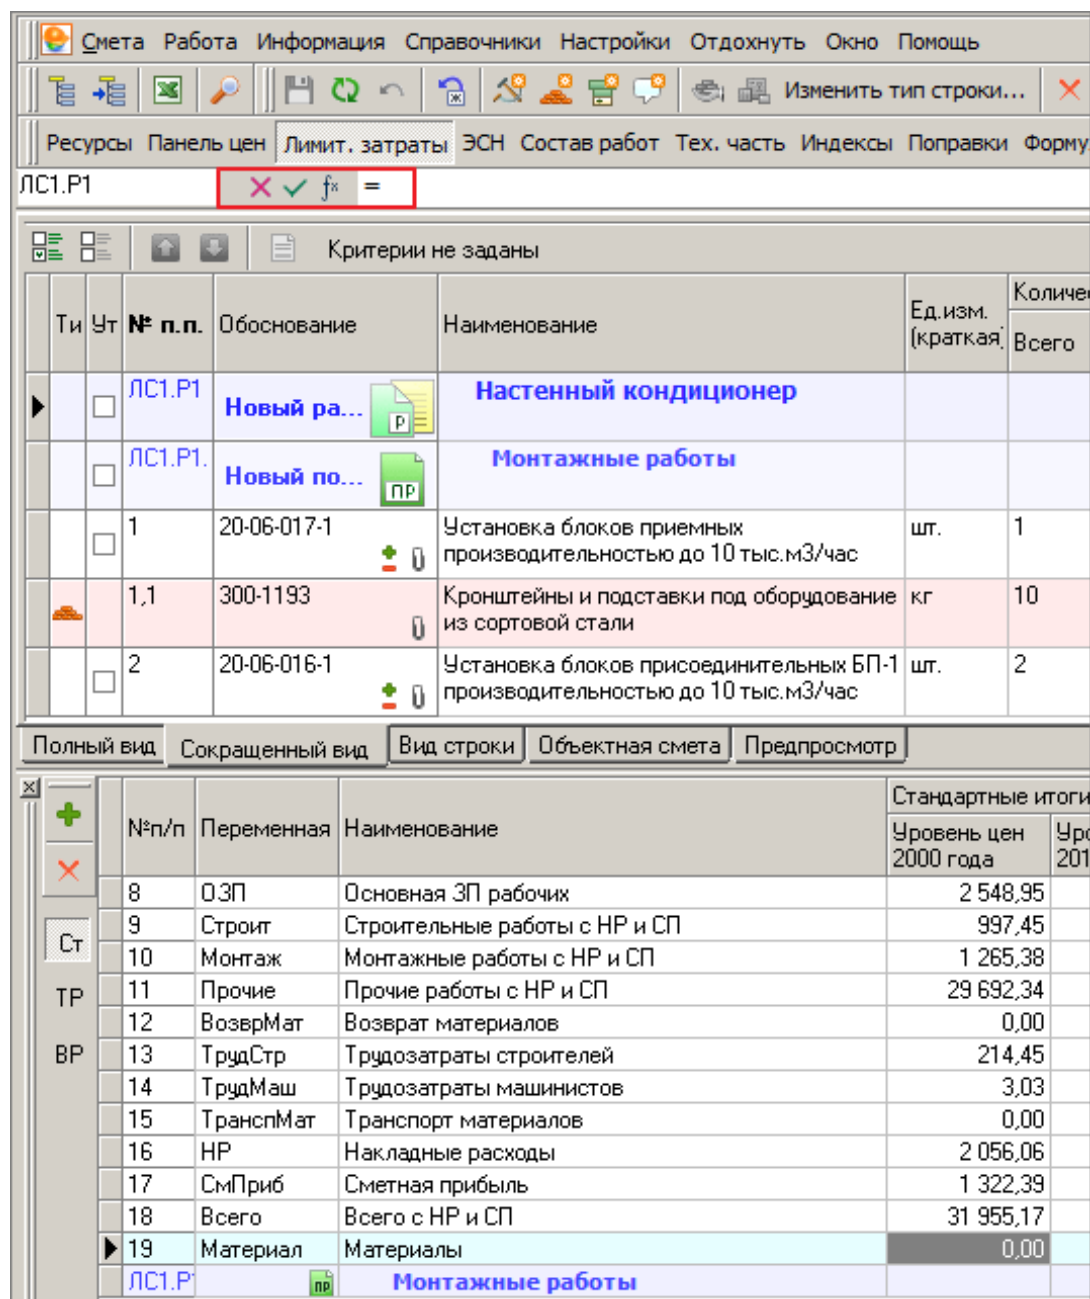

Рис. 1. Запуск мастера формул
2. Переместить фокус ввода на колонку со значением итога (в любом уровне цен) и нажать клавишу $\leq=>$. Комплекс откроет панель редактирования формул. Для запуска мастера формул необходимо нажать кнопку  - **Вставка функции** (см. рис. 1).